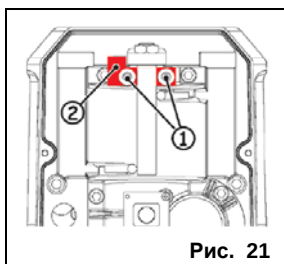

Рис. 21
1. Выкрутить два винта (рис. 21, поз. 1), расположенных сверху на стреле.
2. Снять упорную планку (рис. 21, поз. 2).